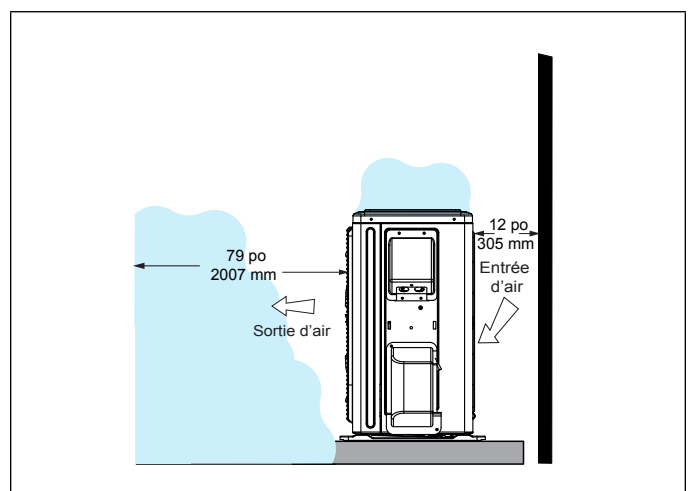

Figure 26. Débit d'air d'une unité extérieure obstruée par de la neige
- Dans certaines régions fortement enneigées, ne pas placer l'unité là où la neige peut s'accumuler comme illustré à la « Figure 26. Débit d'air d'une unité extérieure obstruée par de la neige ».